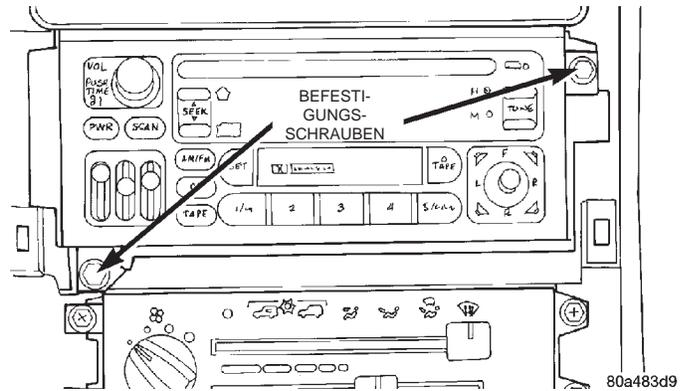

Abb. 3 Radio aus- und einbauen
- (5) Die beiden Schrauben lösen, mit denen die mittlere Blende am Oberteil der Instrumententafel befestigt ist.
- (6) Mit einem Hartkunststoffstab oder einem ähnlichen, geeigneten Werkzeug mit flacher, breiter Klinge die Unterkante der mittleren Blende vorsichtig von der Instrumententafel abhebeln.
- (7) Die Unterkante der mittleren Blende nach oben heben, so daß die vier Halteclips gelöst werden, mit denen die Blende an der Instrumententafel befestigt ist.
- (8) Die mittlere Blende von der Instrumententafel nehmen.
- (9) Die beiden Schrauben lösen, mit denen das Radio an der Instrumententafel befestigt ist (Abb. 3).